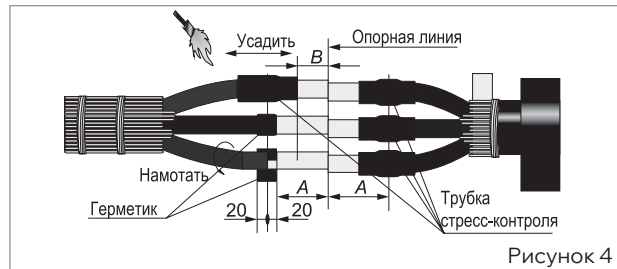

Рисунок 4
■ Для каждой жилы ленту-герметик плотно намотать с заходом 20 мм на ступень полупроводящего экрана и на 20 мм на поверхность полиэтиленовой изоляции, обжать рукой (рис. 4).
■ Надеть на каждую жилу трубку стресс-контроля, установить ее на расстоянии B (размер взять из табл. 1) от края жилы и усадить с помощью горелки, начиная от конца жилы и далее по направлению к корешку разделки кабеля (рис. 4).